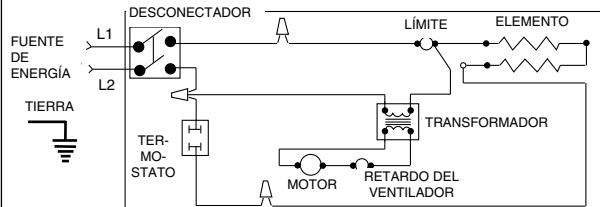

**Figura 2: FIT-FT1-Z (208V, 240V & 277V units)**
- Cablee el termostato según se muestra en los diagramas de cableado, Figura 2 para las unidades de 208V, 240V y 277V. Véase la Figura 3 para las unidades de 347V y 600V. Véase la Figura 4 y 4-A para las unidades de 480V y 480V con los controles de bajo voltaje.